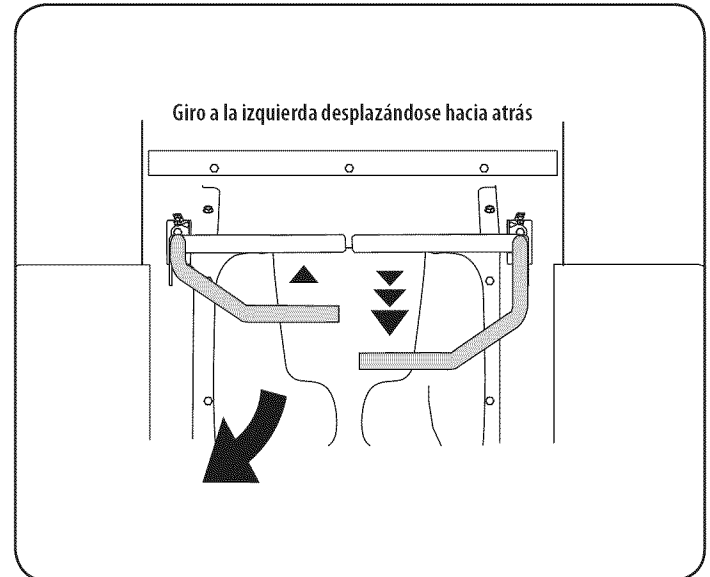

Figura 15
1. Para girar a la izquierda mientras se desplaza marcha atrás, mueva la palanca de control del lado izquierdo hacia adelante respecto de la palanca derecha. Vea la Figura 15.